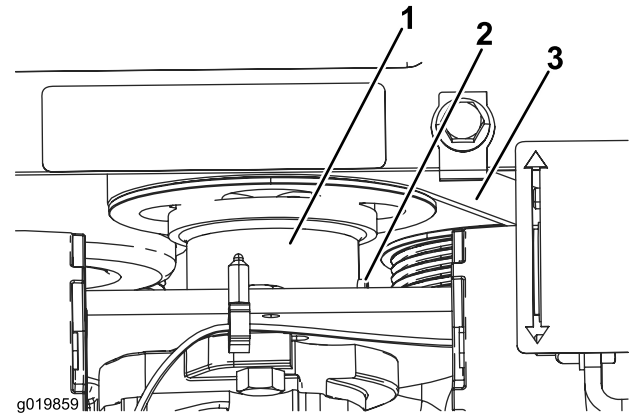

Figure 51
5. Desserrez la vis sur le raccord d'entraînement de pompe (Figure 51).
6. Abaissez le raccord pour l'éloigner de la poulie (Figure 51).